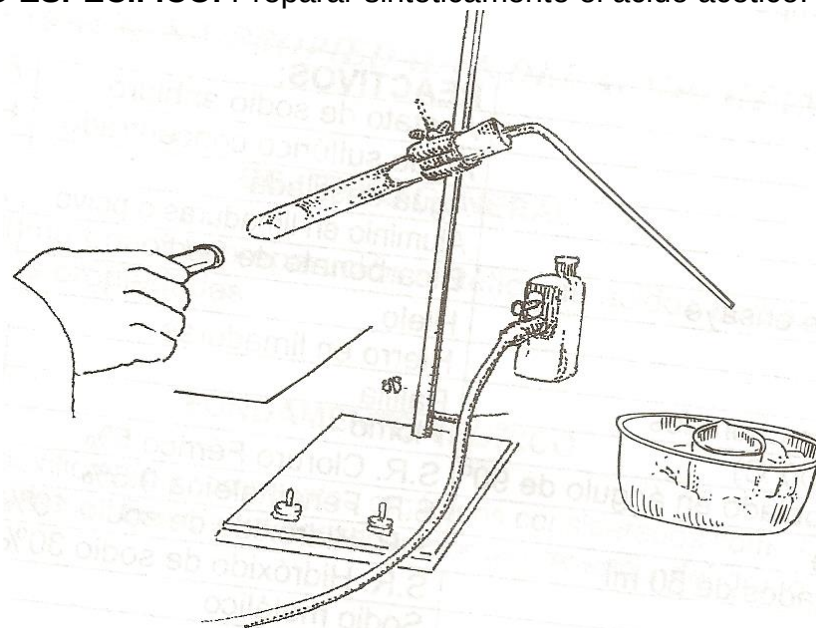

Figura 8.1
- 1.3 Tapar el tubo anterior con el tubo de desprendimiento de vidrio, ver figura 8.1.